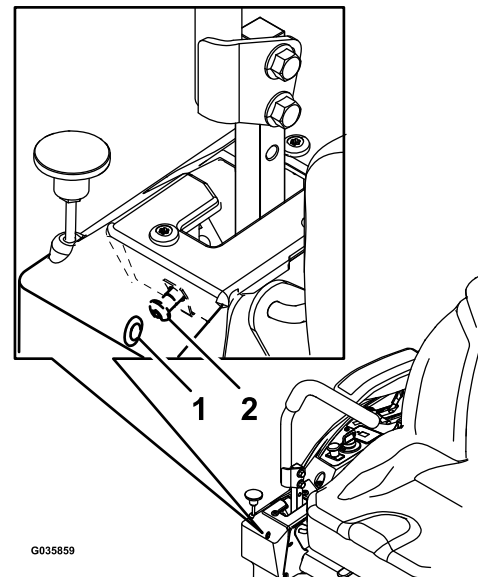

Bild 56
6. Wenn die Maschine nach rechts zieht, stecken Sie einen Sechskantschraubenschlüssel durch das Zugangsloch in der Abdeckungsplatte vorne rechts und drehen Sie die Spurweitenschraube nach rechts oder nach links, um das Spiel des Hebels einzustellen (**Bild 56**).
7. Wenn die Maschine nach links zieht, stecken Sie einen Sechskantschraubenschlüssel durch das Zugangsloch in der Abdeckungsplatte vorne links und drehen Sie die Spurweitenschraube nach rechts oder nach links, um das Spiel des Hebels einzustellen (**Bild 56**).